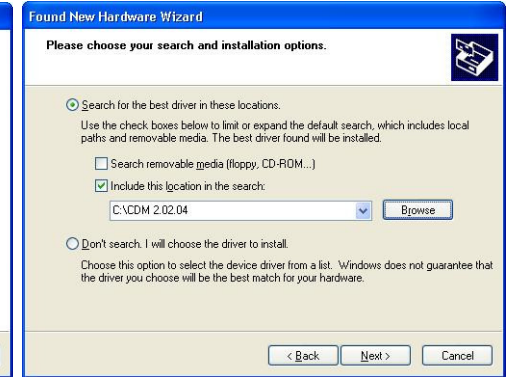

Abb. 6
- Abb. 6: Browsen Sie zum Installationsverzeichnis der Anwendung und wählen Sie das Unterverzeichnis, welches Sie bei der Installation von BD LOG gewählt haben!